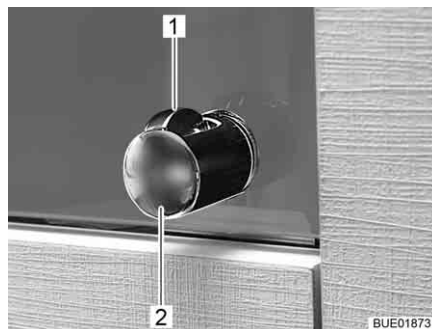

Bild 44 Handtag med låsknapp
- Tryck in låsknappen (Bild 44,1) och håll den intryckt.
- Öppna skåpluckan genom att dra i handtaget (Bild 44,2).